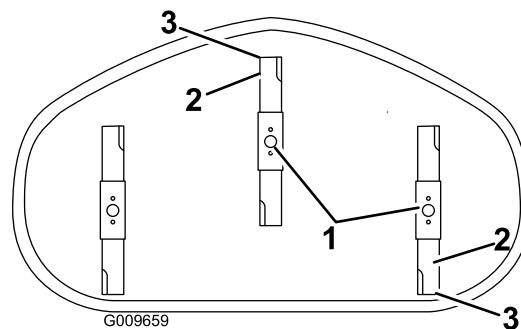

Figure 55
- Faites pivoter les lames avec précaution pour faire passer les pointes avant à l'arrière (Figure 55).
- Mesurez la distance entre la pointe de la lame avant et la pointe de la lame arrière par rapport à la surface plane (Figure 55). Si la pointe avant de la lame n'est pas de 1,6 à 7,9 mm (1/16 à 5/16 po) plus basse que la pointe arrière, réglez le contre-écrou avant.
- Une fois le réglage effectué, vérifiez à nouveau l'inclinaison avant/arrière des lames. Poursuivez le réglage de l'écrou jusqu'à ce que la pointe avant de lame soit de 1,6 à 7,9 mm (1/16 à 5/16 po) plus bas que la pointe arrière (Figure 55).